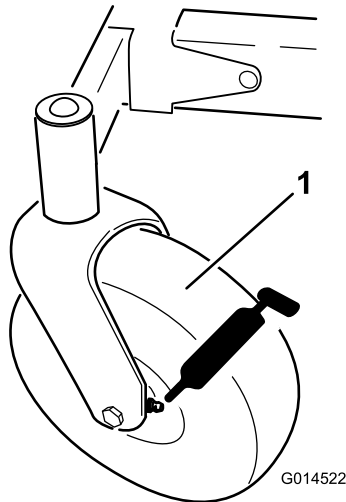
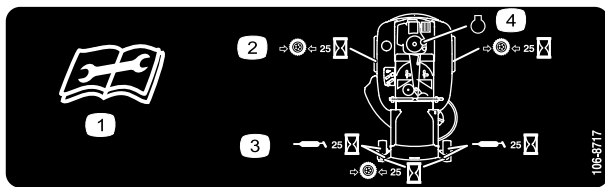

Figura 24
Figura 25
3. Limpie con un trapo los puntos de engrase (Figura 24 y Figura 25). Asegúrese de raspar cualquier pintura que hubiera sobre los puntos de engrase.
4. Conecte una pistola de engrasar a cada punto de engrase (Figura 24 y Figura 25). Bombee grasa hasta que empiece a rezumar grasa de los cojinetes.